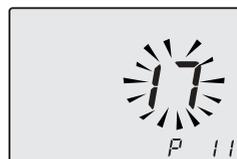

Figura 5.46
- En el display se alternan los mensajes **P11 - SET** (Figura 5.46).